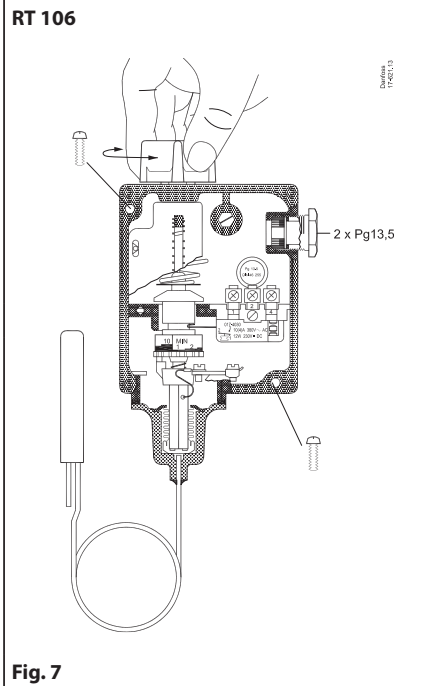
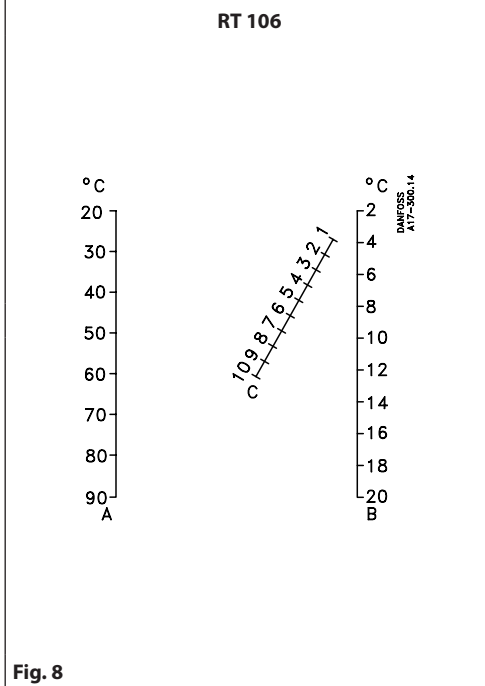

Fig. 7
Fig. 8
Set the thermostat (fig. 7) to the function required (make or break) on falling temperature. Read the setting on the main scale fig. 7.
3. Set the differential adjusting nut fig. 7 on number 3 which can be found by reading of the nomogram in fig. 8.
Indstil termostaten (se figur 7) til den funktion - slutte eller bryde - som ønskes ved faldende temperatur. Aflæs indstilling på hovedskala fig. 7.
3. Indstil differensrullen fig. 7 på tallet 3 som fremkommer ved aflæsning af nomogrammet i figur 8.
Der Thermostat (siehe Fig. 7) ist auf die Funktion - Ein oder Aus - einzustellen, die bei abfallender Temperatur gewünscht wird. Die Einstellung ist an der Hauptskala Fig. 7 abzulesen.
3. Die Differenzrolle fig. 7 ist auf die Zahl 3 einzustellen, die auf dem Nomogramm in Fig. 8 abzulesen ist.
Régler le thermostat (voir fig.7) pour la fonction désirée - fermeture ou ouverture du circuit - à température décroissante.
Relever le réglage sur l'échelle principale fig.7.